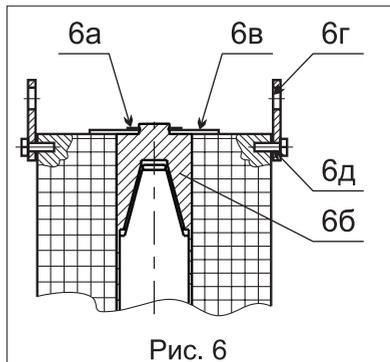

Рис. 6
4.4.4 Снятие электромагнитной катушки производите в следующей последовательности (рис. 6):